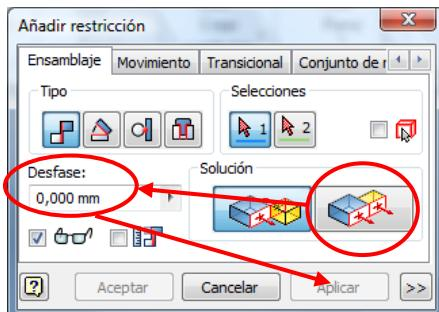

Figura 22 (restricción 1)
- 1 Pulsar en el ícono *nivelación* (figura 22), seleccionar las dos caras. En la casilla *Desfase*, introducir el parámetro “*margen_inferior*”, ya que las dos caras tienen que estar separadas entre sí esta distancia, y pulsar *Aplicar*.